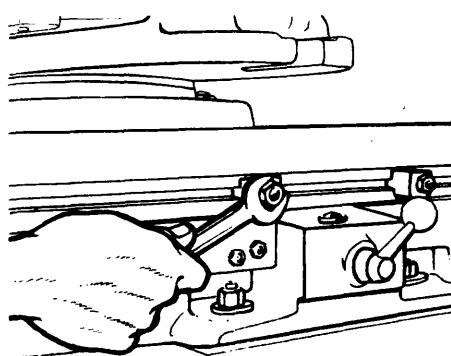

Fig. 3
- g Ubique y fije los topos (fig. 3) para limitar el recorrido automático de la mesa.